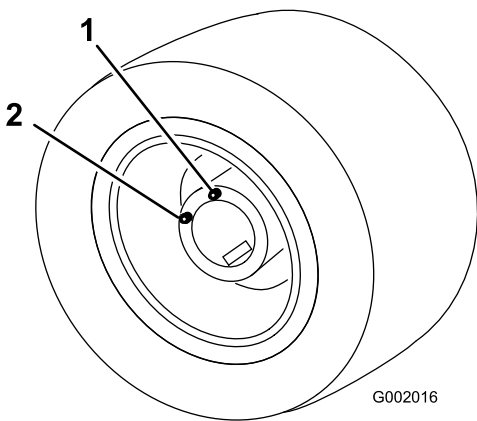

Figure 51
5. Conduisez lentement le véhicule jusqu'à ce que la roue soit positionnée pour le remplissage, comme illustré à la Figure 51.